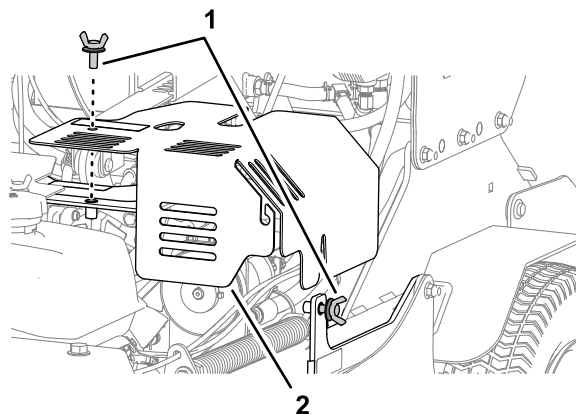

Bild 50
2. Entfernen Sie die obere Rändelschraube, lösen Sie die seitliche Rändelschraube und entfernen Sie den linken Hydraulikfachdeckel (Bild 50).
- Richten Sie das Loch und den Schlitz im linken Hydraulikfachdeckel an den Stützen der Maschine aus und befestigen Sie den Deckel mit den beiden Rändelschrauben (Bild 50).